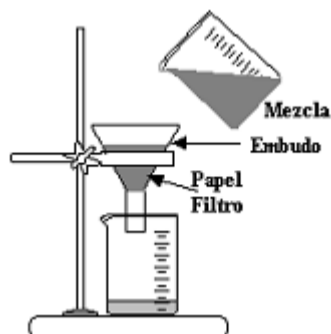

Figura 2
- a) Mezcle 10 mL de CuSO_4 0,1 M con 10 mL de NaOH 0,2 M en un vaso de precipitado de 100 mL, separe la mitad de la mezcla por filtración simple según figura 2.